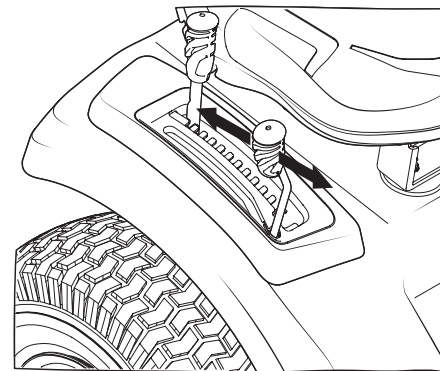

Figura 3-5
2. Empuje la palanca de la PTO hacia adelante a la posición de activación (ON). Vea la Figura 3-5.